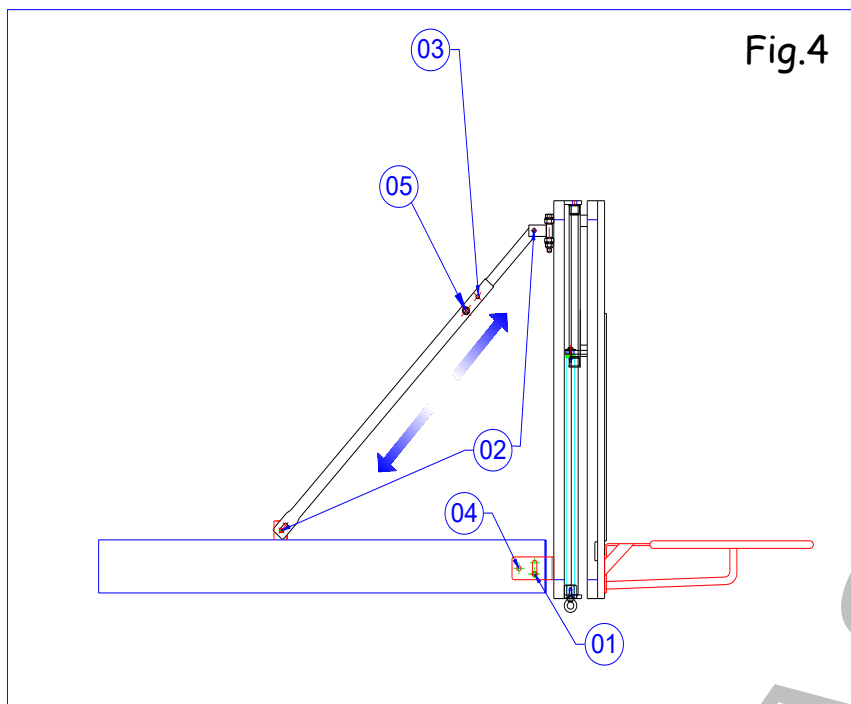

Fig.4
- Fixer la tête sur la structure du but avec 1 boulon HM12x170 dans les trous oblongs du U de la tête (fig4 Rep 01).
- Fixer les jambes de force avec 4 boulons HM10x40 (fig4 Rep 02). Serrer les vis de blocage(fig4 Rep 05).
- Fix the head on the goal structure with 1 HM12x170 bolt in the oblong holes of the U of the head (fig4 Rep 01).
- Fix the struts with 4 HM10x40 bolts (fig4 Rep 02). Tighten the locking screws (fig4 Rep 05).